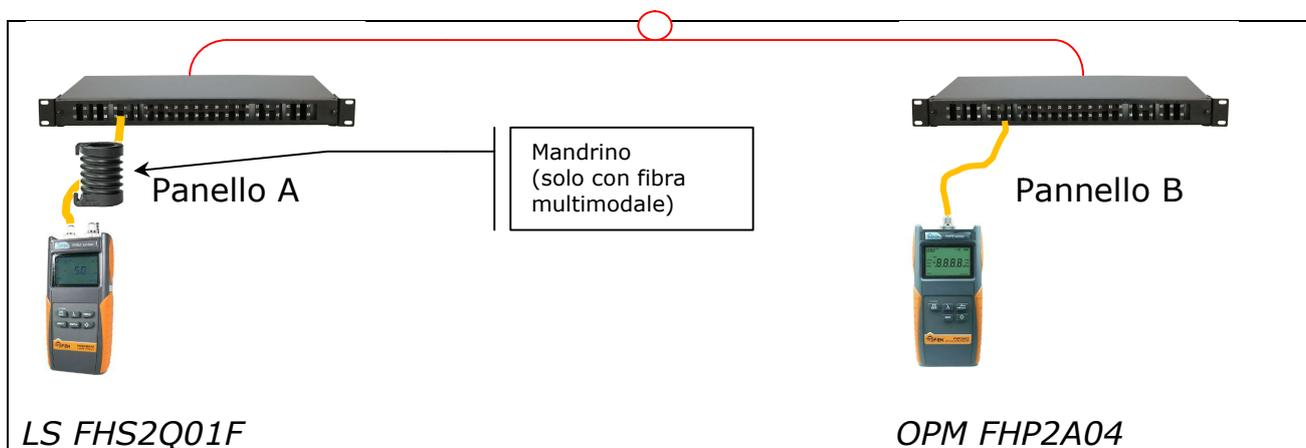

figura 2: schema di misura
Come già indicato in precedenza, la misura di perdita (IL) si svolge immettendo una luce di potenza nota e costante nel tempo (alla lunghezza d'onda desiderata) ad una estremità del link ottico (ad esempio, il pannello A nella figura 2), e misurando la potenza ricevuta all'altra estremità (pannello B). La differenza tra le due potenze (la potenza della sorgente e la potenza misurata dall'OPM, entrambe espresse in dBm) rappresenta la perdita IL del link.
Collegare LS e OPM tra loro con una delle due bretelle di riferimento (ad esempio, quella che si utilizzerà per le misure dal pannello A, cfr. figura 2), avendo impostato la medesima lunghezza d'onda su entrambe le unità.
Eseguito il set reference, la misura di perdita del link si svolge semplicemente 'battendo' ogni porta dell'impianto (vedi figura 2), e annotando il valore di perdita in dB per una o entrambe le lunghezze d'onda desiderate (850, 1300 o 850/1300 per la fibra multimodale, 1310, 1550 o 1310/1550 per la fibra monomodale).